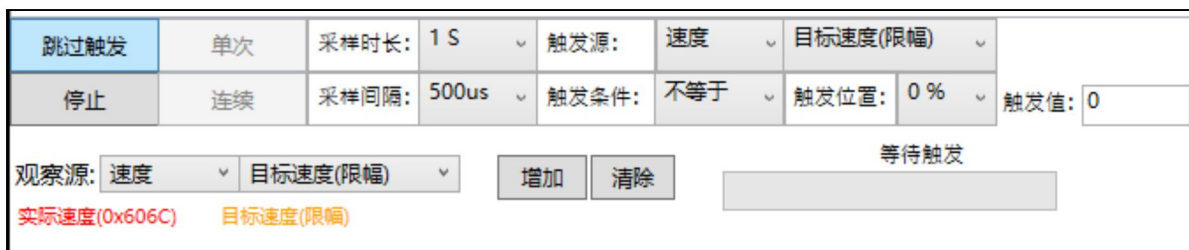

图 16-2 示波器设置
1. 首先在示波器界面选择目标速度（限幅）、实际速度为观察源，采样时长为 1s 或 2s，采样间隔为 500us，以目标速度（限幅）作为触发源，触发条件为不等于 0 且触发位置选择在 0%，并点击“单次”按钮，使示波器处于“等待触发”状态，如图 16-2 所示。